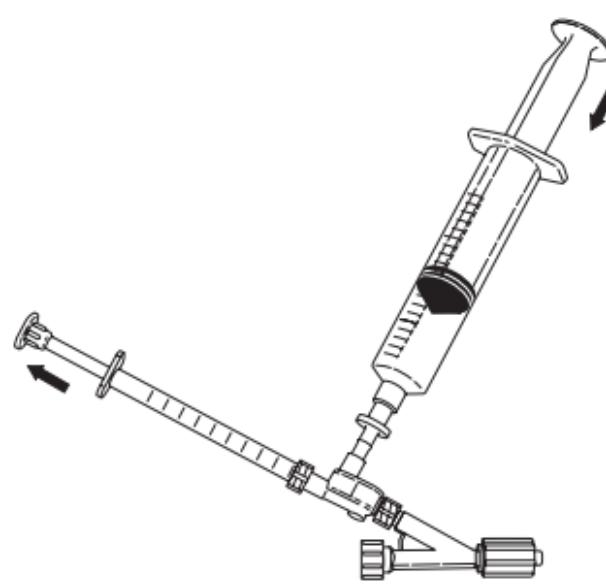

Abb. 4
6. Die 1-mL-Spritze an den Injektionsport anschließen und 0,5 mL der Lösung aspirieren. Die 1-mL-Spritze abnehmen und alle Luftblasen aus der Spritze spülen. Einen Meniskus der Lösung auf dem Injektionsport lassen und die 1-mL-Spritze durch leichtes Herunterdrücken der 20-mL-Spritze wieder anschließen, um den Injektionsport zu füllen. Die 1-mL-Spritze wieder an den Injektionsport anschließen. (**Abb. 4**)